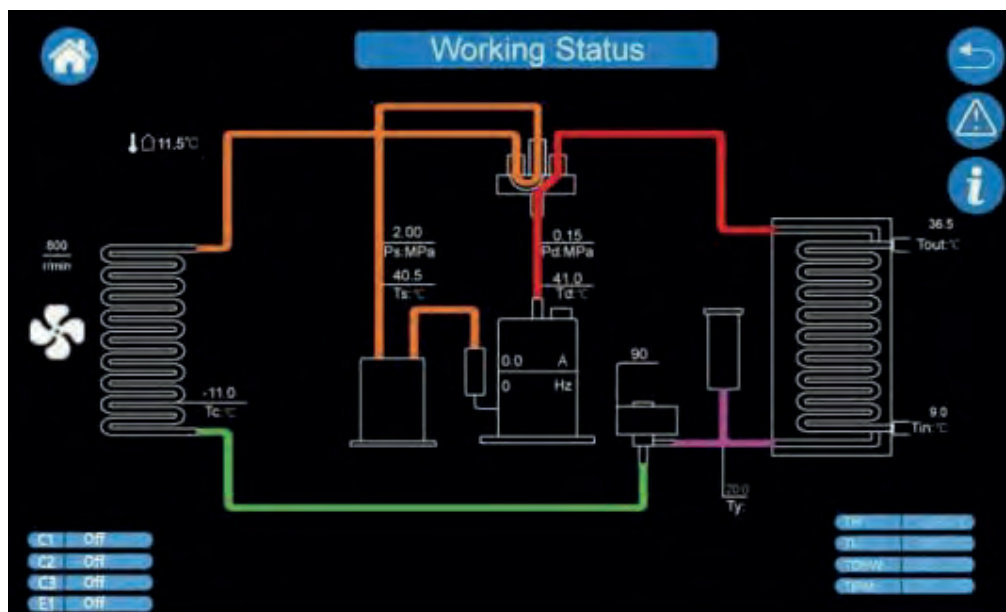

Figura 1
5.3.2-6-2 Premere l'icona **Working Status** per accedere al diagramma dello stato di funzionamento del sistema. Sono disponibili due diagrammi dello stato di funzionamento del sistema da visualizzare. Quando la modalità del sistema seleziona la modalità di riscaldamento o la modalità ACS, i diagrammi dello stato di funzionamento del sistema sono mostrati nella Figura 1.
Significato dei parametri in Figura 1: